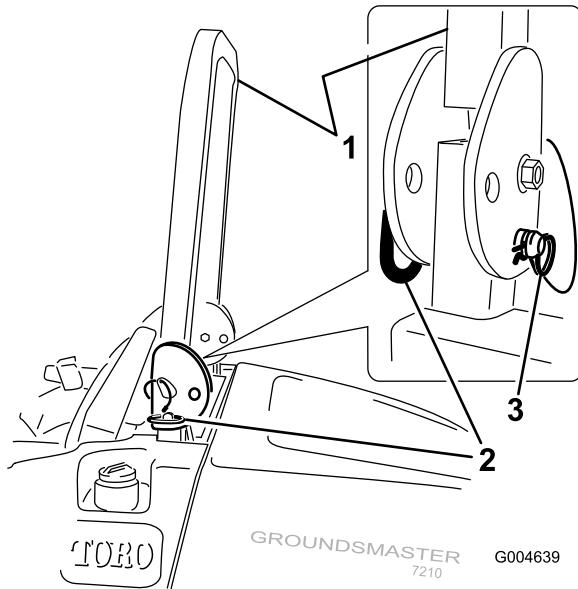

図 11
1. ROPSを下げるには、バーを前に押して固定ピンに掛かっている力をゆるめた状態で、左右の固定ピンを抜き取る（図11）。
3. ピンとヘアピン・コッターで固定する（図11）。
4. ROPSを立てるには、機体の左右でヘアピン・コッターを抜き、ピンを外す（図11）。
5. ROPSをまっすぐに立ててピンで固定し、ヘアピン・コッターでロックする（図11）。